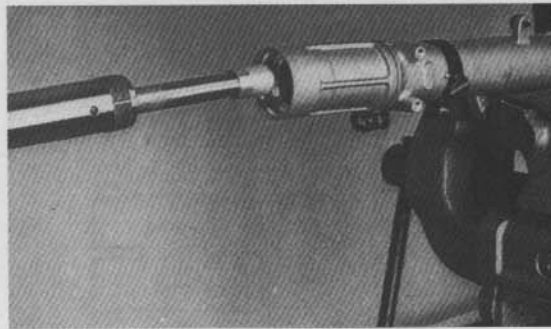

Bild 193
- Falls demontiert, Nylon-Kolbenring von Hand auf Dämpferstange (⑦ Bild 192) anbringen und Stange samt Druckfeder durch Standrohr durchstecken, Öldichtstück auf Ende des Dämpferkolbens aufsetzen und Standrohr in Tauchrohr einschieben (Bild 193).